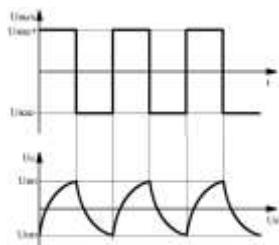

Рис.1
1) Собрать схему мультивибратора (рис. 1), установить заданные преподавателем значения емкости конденсатора ( $C_5$  или  $C_6$ ) и сопротивления резистора  $R_{P3}$  (от  $10\text{k}\Omega$ );